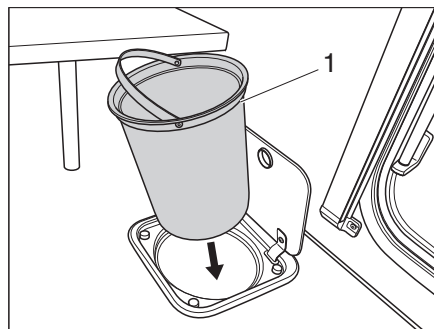

Fig. 149 Recipiente de basura de la cocina
- Extraer el recipiente de basura (Fig. 149,1) tomándolo del asa y vaciarlo según prescripciones vigentes.